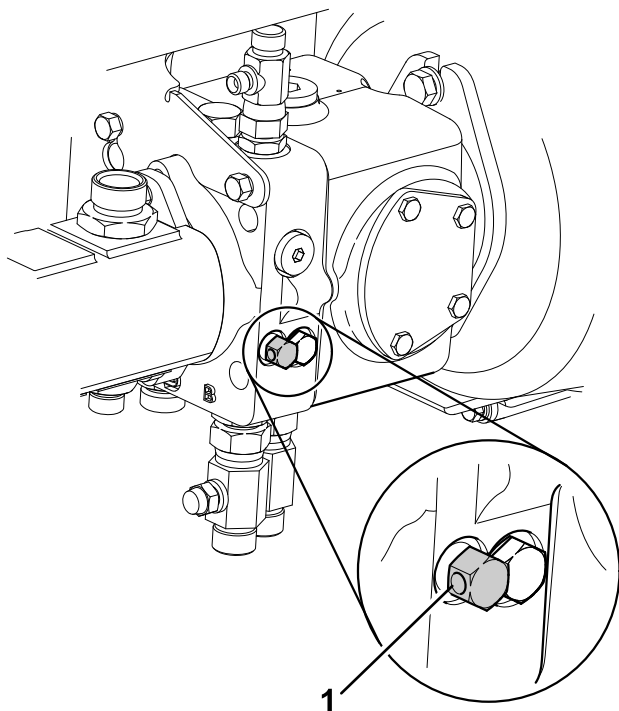

Bild 53
7. Nehmen Sie die hydraulische Betriebsbremse außer Betrieb, indem Sie das Sicherheitsventil, das unter der Getriebepumpe sitzt, um maximal drei Umdrehungen nach links drehen (Bild 53).